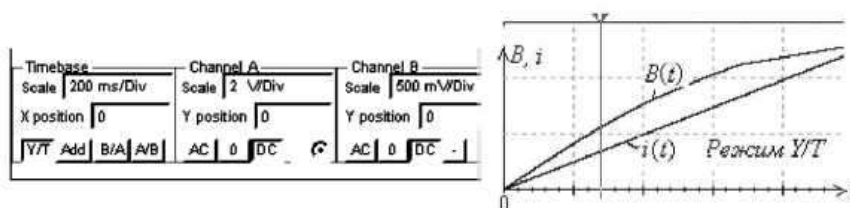

Рис. 15.6
- **установить** режим Y/T работы осциллографа (рис. 15.6 справа), его курсор 1 на значении тока катушки, рассчитанного в п. 3 раздела «Теоретические сведения...», и определить значение магнитной индукции, а курсор 2 – на значении